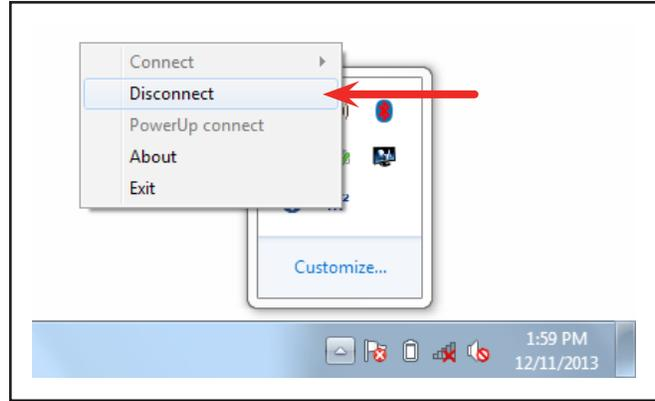

Figure 37 - Pour terminer la communication
21. Pour terminer la communication entre **MAIDCOM2** et le MasterID/MCM, cliquer sur l'icône **MAIDCOM2** avec le bouton droit de la souris et sélectionner **DISCONNECT**. Voir Figure 37.